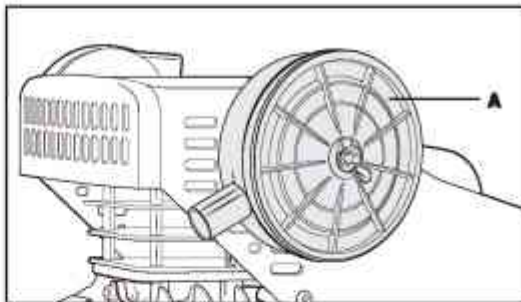

Рис. 5
- Присоедините корпус воздушного фильтра А с фильтрующим элементом к корпусу головки компрессора. Рис. 5.